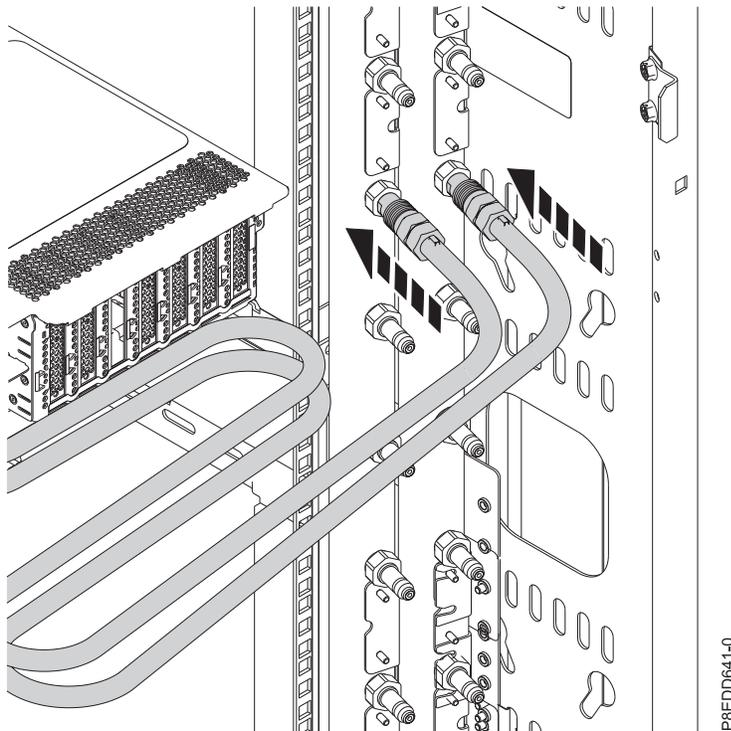

図 224. 冷却水ホースの接続
7. 水冷システムの場合、ラックの背面で冷却水ホースをマニフォールドに接続します (図 224 を参照)。オスのホースをメスのマニフォールド・プラグに差し込み、メスのホースをオスのマニフォールド・プラグに差し込んであることを確認します。